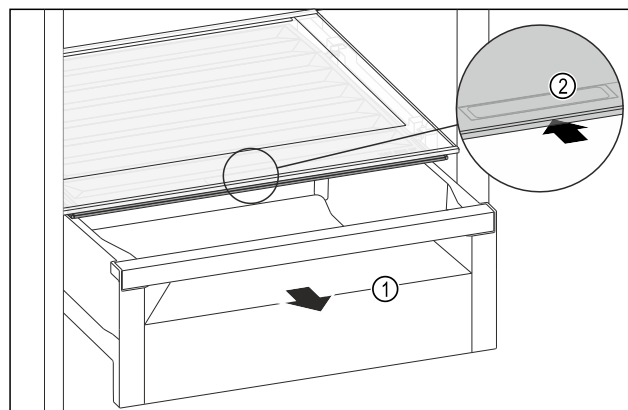

Fig. 162
- ▶ Estrarre il cassetto Fig. 162 (1).
- ▶ Afferrare la maniglia incassata Fig. 162 (2) sul coperchio dello scomparto e spingere allo stesso tempo all'indietro il coperchio dello scomparto.